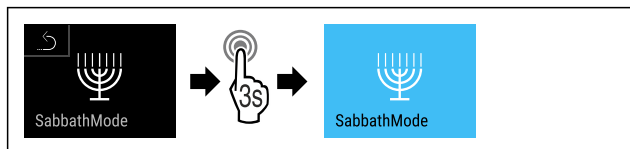

Fig. 71
- Выполните шаги действия (см. Fig. 71).